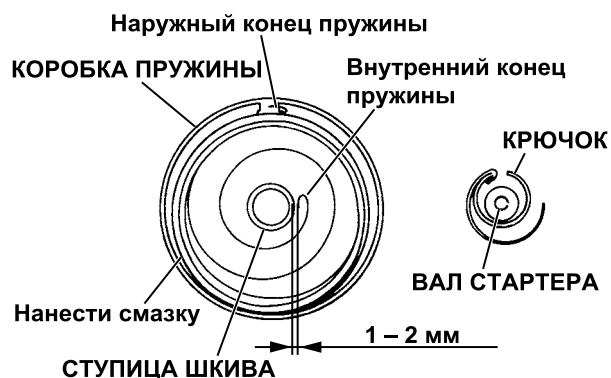

Рис. 9-5
- (2) Убедиться в том, что пружина надежно закреплена на шкиве, и загнуть другой конец пружины так, чтобы между внутренним концом пружины и краем ступицы шкива получился зазор 1 – 2 мм, позволяющий надежно зацепить пружину за крючок, как показано на рис. 9-5.
- (3) Нанести небольшое количество смазки на вал стартера и пружину.
Надлежащее расположение пружины указано на рис. 9-5.